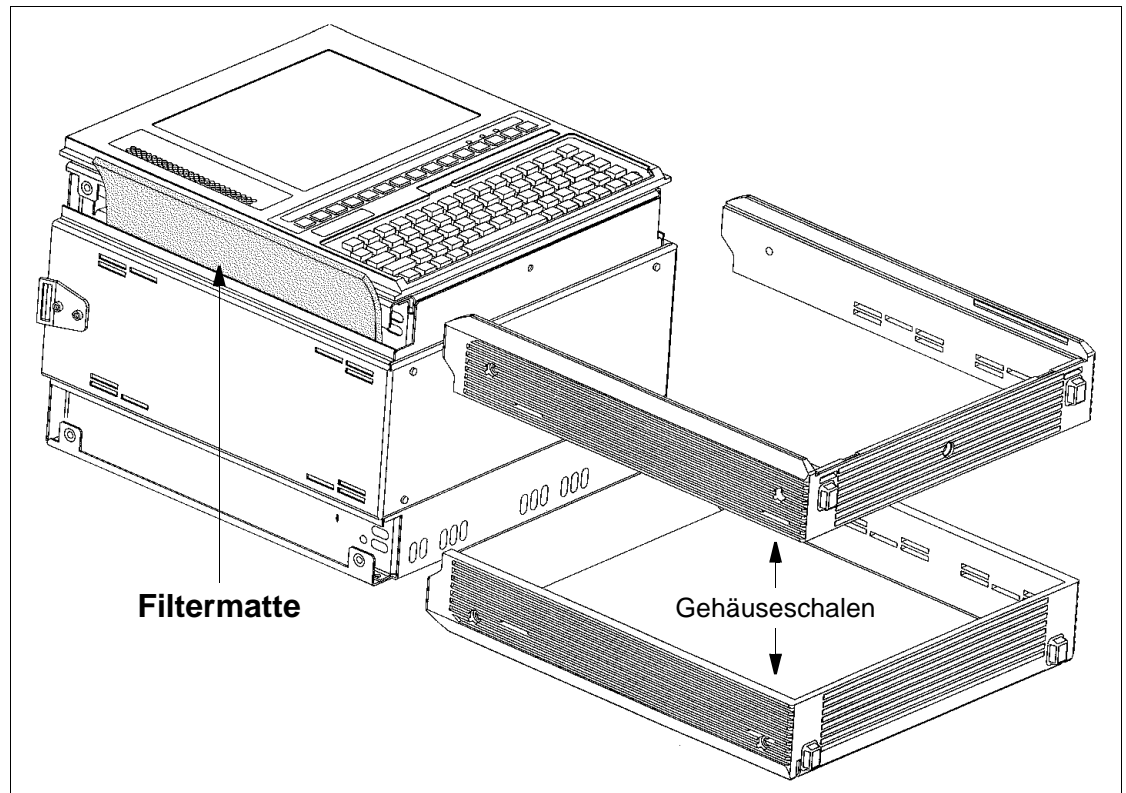

Bild W-4 Wechsel der Filtermatte beim ANT-20SE
3. Entfernen Sie die Gehäuseschalen des ANT-20SE (siehe Bild W-4).